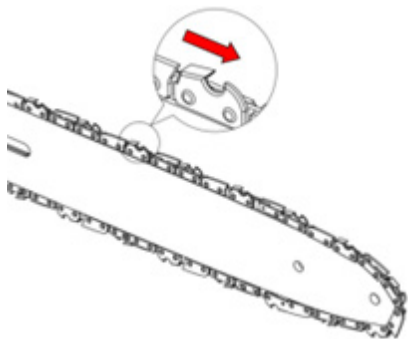

Рис. 3
- Встановіть пиляльний ланцюг у паз напрямної шини (Рис. 3).
- Ланцюг має бути встановлений на напрямній шині так, щоб різальні зубці були повернені в напрямку руху ланцюга (Рис. 3).